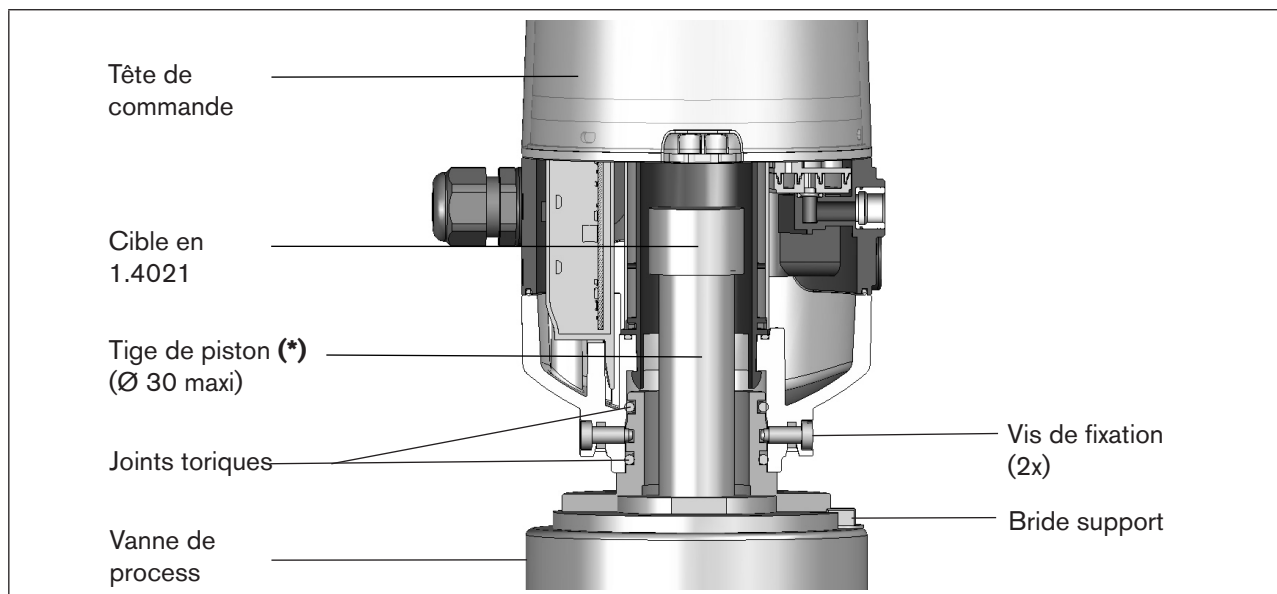

Figure 10: Schéma de principe de l'adaptation tête de commande - vanne de process
- Sécuriser la tête de commande contre le retrait de la bride support avec les deux vis de fixation (vis à embase M5) dans la rainure centrale de la bride support – couple de serrage : max. 3,2 Nm (voir « Figure 10: Schéma de principe de l'adaptation tête de commande - vanne de process » et « 7.2.3. Repositionnement de la tête de commande »).